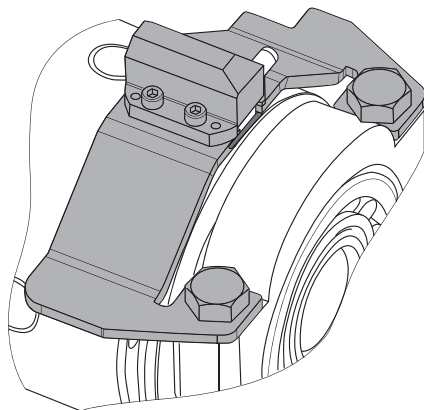

Рис. 5
5. Установите пневматический привод в сборе [2] под болты крепления бугеля согласно **Рис. 5**